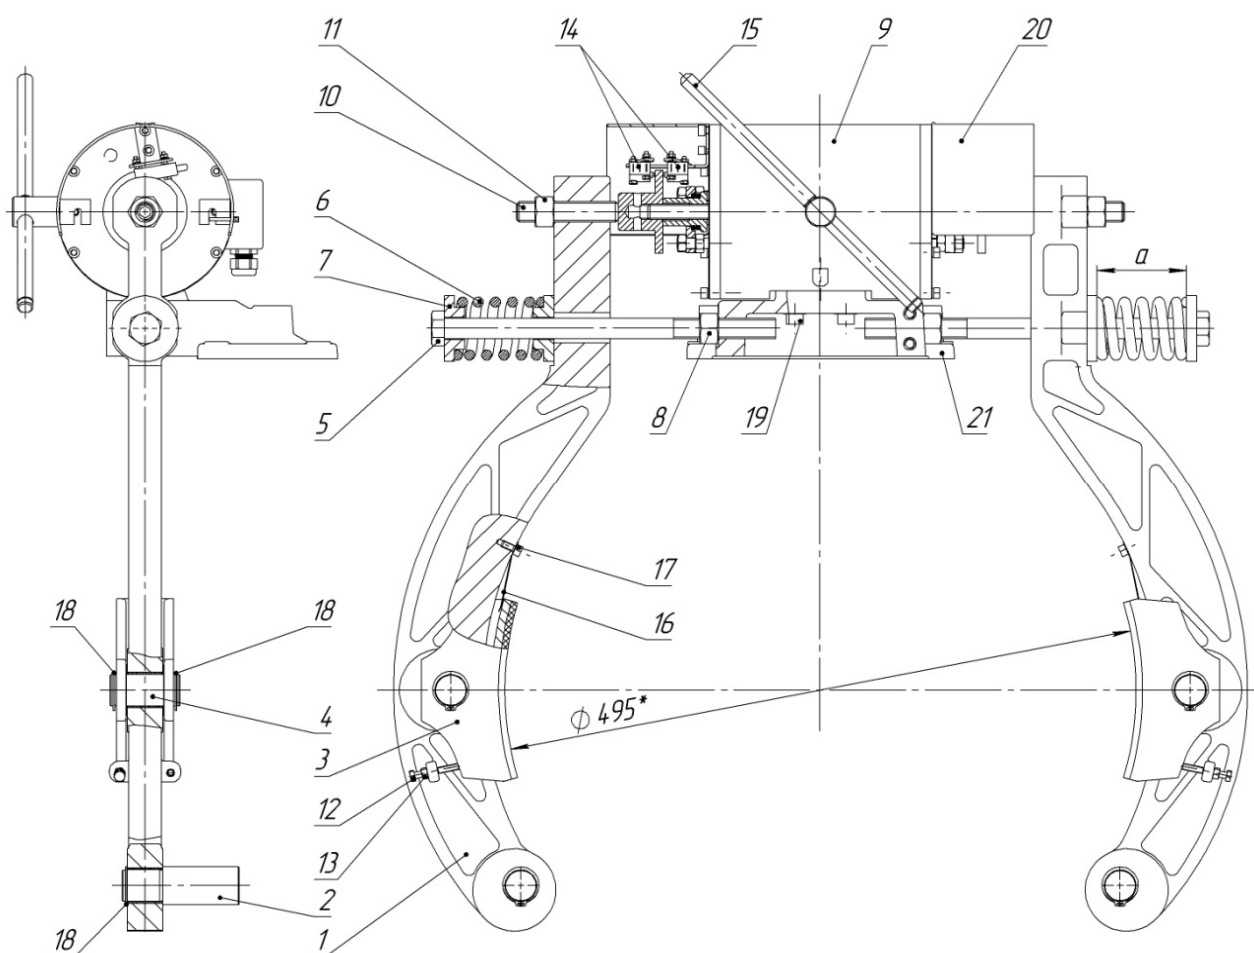

Рис. 3. Колодочный тормоз
Лебедка оборудована автоматически действующим механическим колодочным тормозом нормально-замкнутого типа (Рис.3. Колодочный тормоз), предназначенным для удержания ротора от вращения после остановки лифта.
Электромагнит выталкивающий представляет (9, Рис. 3 Колодочный тормоз) собой сдвоенный электромагнит, внутри которого два якоря совершают возвратно поступательное движение в противоположных направлениях. Электромагнит устанавливается на кронштейн электромагнита (21), смонтированный на корпусе лебедки, и крепится винтами (19).
При износе колодок (3, рис.3) больше 0,4...0,6 мм переключатель (5) замыкает контакты микровыключателя (2), подается команда на отключение лебедки. После этого необходимо заменить колодки, отрегулировать тормоз и настроить данную систему заново.